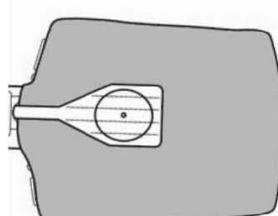

Figure 8
8. Entfalten Sie den Luftweg und platzieren Sie diesen auf der Druckplatte des Brustkorbs (rundes hartes Kunststoffteil im Torso) Der ovale Aufdruck des Beutels sollte hierbei auf der Druckplatte liegen (Figure 8).